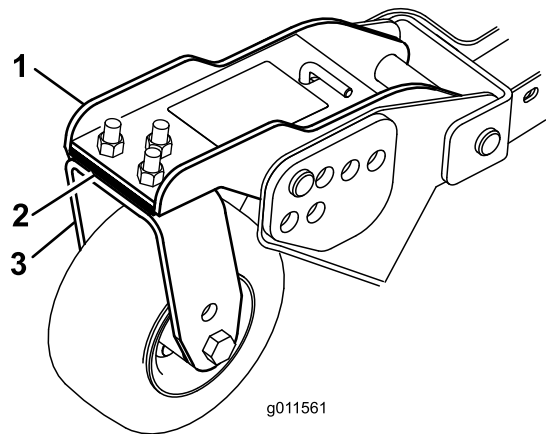

Figura 30
Rode a lâmina em cada eixo até que as suas extremidades se encontrem viradas para a frente e para trás. Meça a distância existente entre o chão e a ponta dianteira da lâmina. Ajuste os calços de 3 mm do braço da roda giratória dianteira de forma a que coincidam com a altura de corte fixada no autocolante (Figura 30). Apenas para o exterior do eixo da lâmina, consulte Ajuste da inclinação da unidade de corte.
- Se a extremidade interior da unidade de corte lateral estiver demasiado levantada em relação à ponta exterior da unidade de corte dianteiro, retire os calços de 3 mm do fundo do braço da roda giratória dianteira interior na unidade de corte lateral (Figura 30). Verifique novamente as medições entre as pontas exteriores de ambas as unidades de corte lateral e a ponta interior da unidade de corte até à ponta exterior da unidade de corte dianteiro.